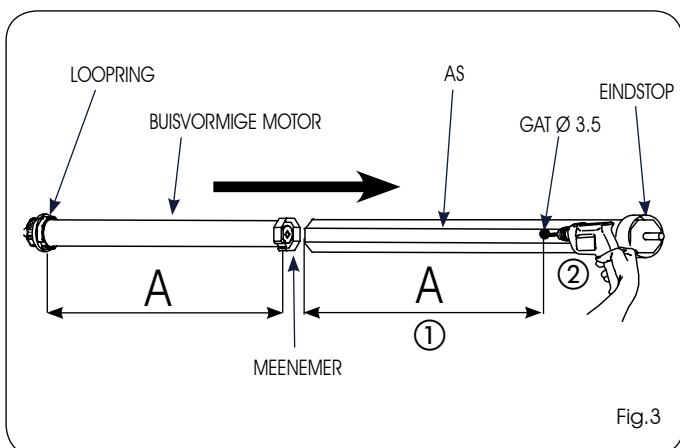

Fig.3
1) Boor een gat met een boorpunt van $\varnothing 3$ mm in de as (Fig.3 ref.②) op de afstand A (Fig.3 ref.①), zie tabel 1.